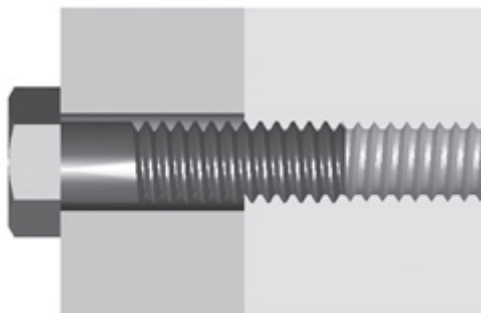
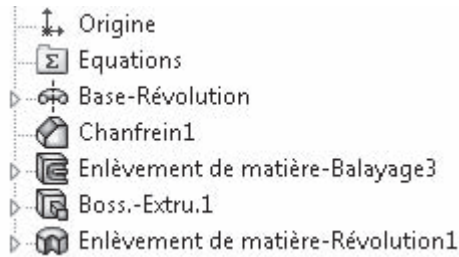
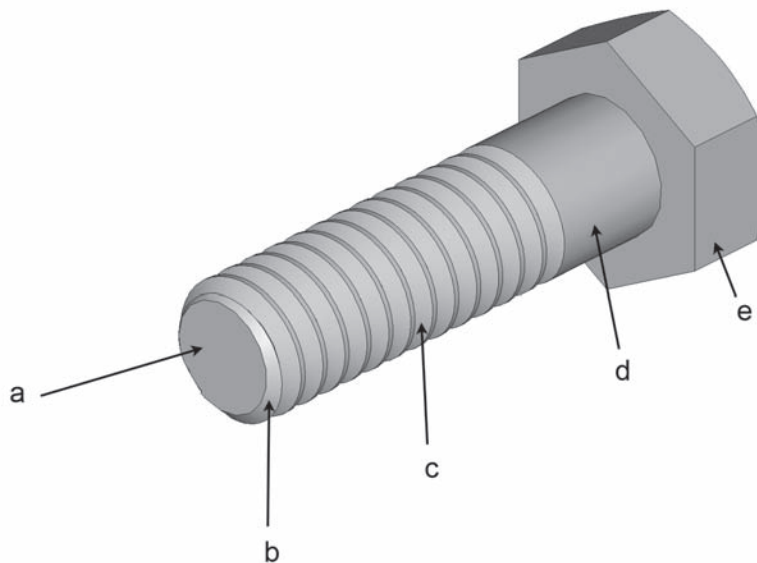

Figure 8.5
Figure 8.7
Figure 8.8
Voici un assemblage de deux pièces à l'aide d'une vis, obtenu avec le logiciel Solidworks, figure 8.5. Les deux pièces assemblées sont coupées afin de laisser voir l'intérieur.
La figure 8.7 représente l'arbre de construction dans le logiciel Solidworks de la vis d'assemblage de la figure 8.5.
- Sur la figure 8.8 on retrouve la vis de la figure 8.5. Sur cette image, la surface repérée c, correspond au filetage de la vis, cette surface est appelée surface hélicoïdale. Indiquer le nom des autres surfaces repérées (plane, cylindrique ou conique)